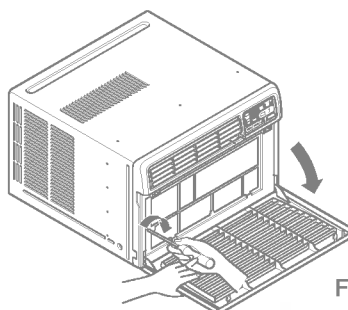

Fig. 11
- Abaissez la grille de prise d'air et fixez-la à l'aide d'une vis de Type A ⑤ passant à travers de la grille. (Voyez la fig. 11)